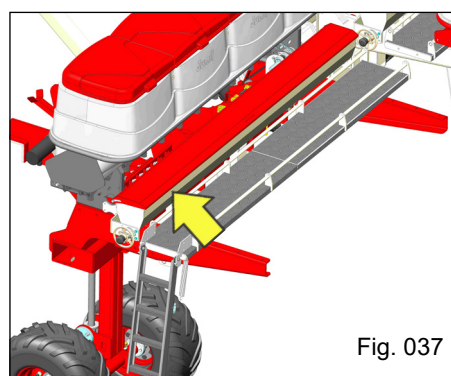

Fig. 037
- Caixa de braquiária: possibilita a semeadura de gramíneas, adubação e plantio de grãos graúdos ao mesmo tempo; Tem benefícios na formação de palhada de qualidade para plantio direto, quebra do ciclo de pragas e doenças pela possibilidade de implantação de culturas, etc (Fig. 037).